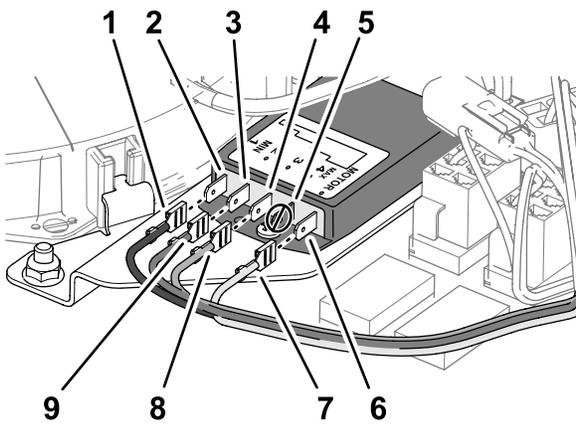

図 8
2. キットのワイヤハーネスのソケット端子を、ファンの速度コントローラのブレード端子に接続する 図 8。